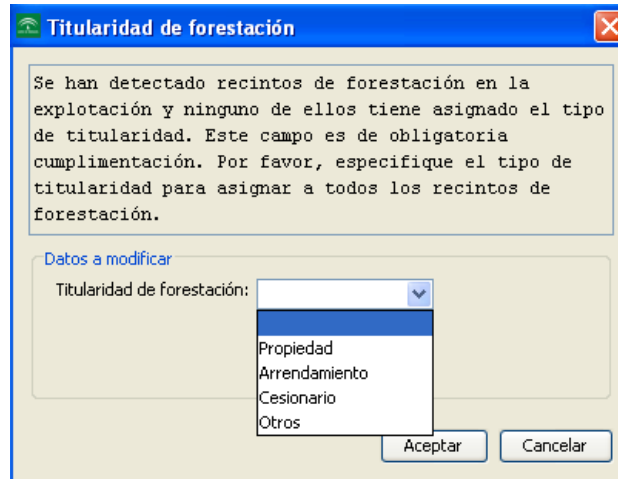

Fig. 69
- **Nota 2:** Existe una nueva funcionalidad que detecta si la explotación es de forestación y los recintos de forestación no tienen titularidad asignada (obligatoria para esta campaña). En ese caso, muestra un diálogo para asignar titularidad automáticamente a todos los recintos de forestación de la misma (Fig. 69).